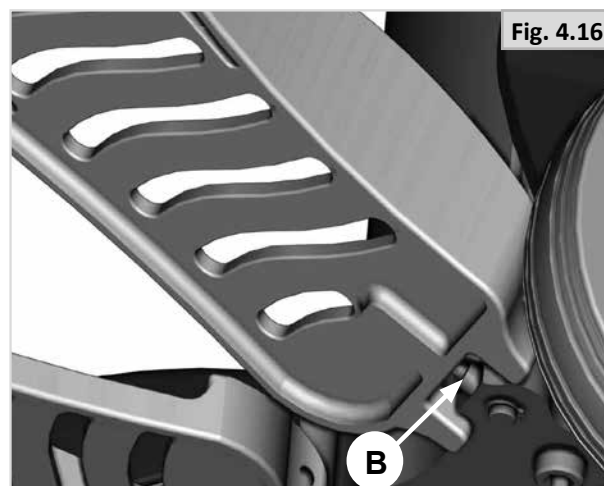

Fig. 4.16
- Levante el reposapiés, de modo que pueda alcanzar el tornillo de ajuste de ángulo (B-Fig. 4.16).
- Afloje los cuatro tornillos (A)
- Gire el tornillo B (Fig. 4.16) para ajustar la altura de la plataforma.
- Ajuste los cuatro tornillos (A)